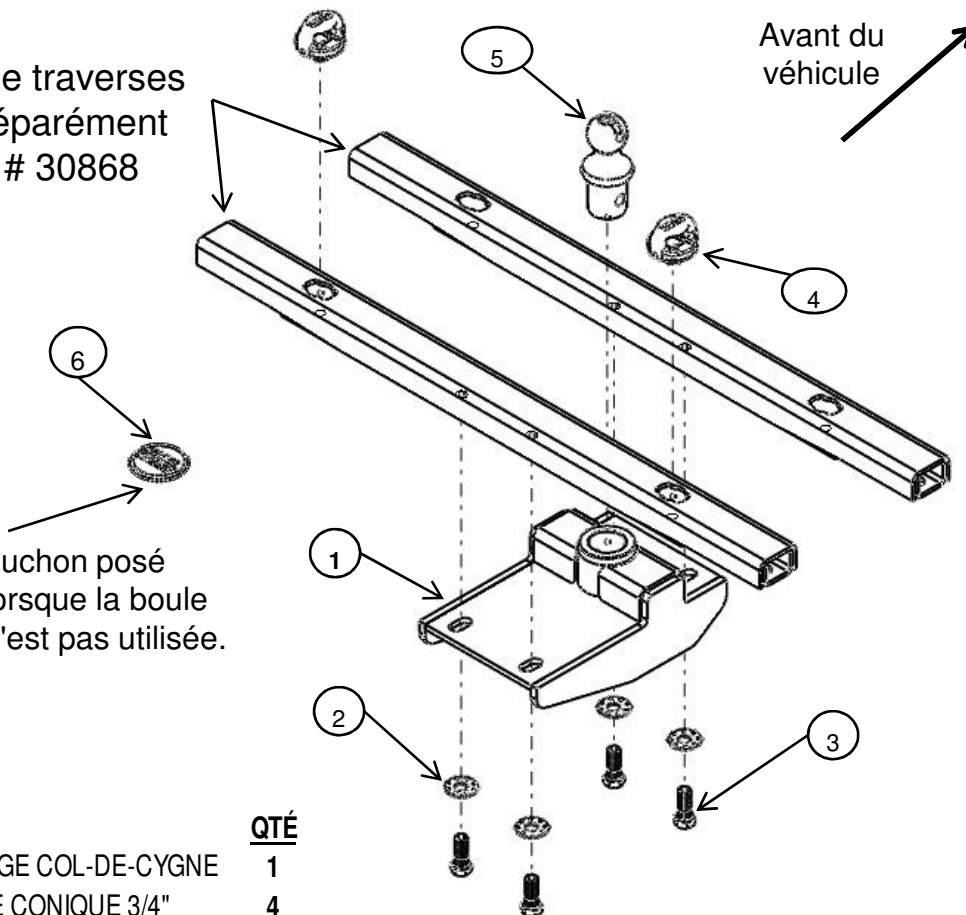

Fig. 1
1. Vérifier la présence de tous les composants énumérés à la **Figure 1** dans toutes les boîtes et se familiariser avec leur terminologie.